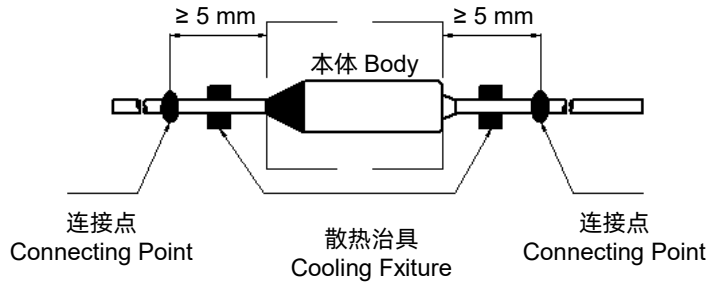

图2 FIGURE 2
- 引线上的连接点距离温度保险丝本体应  $\geq 5\text{ mm}$  (参考图2)。
The connection point of the lead shall be no less than 5 mm away from the OTCO body (see Fig.2).
- 在钎焊过程中，焊点与温度保险丝之间应使用散热装置（参考图2）。
In the process of soldering, cooling fixture should be used between soldering point and OTCO body (see Fig.2).
3. 在点焊过程中，焊点与温度保险丝之间应使用散热装置（参考图2）。
In the process of welding, cooling fixture should be used between welding point and OTCO body (See Fig.2).